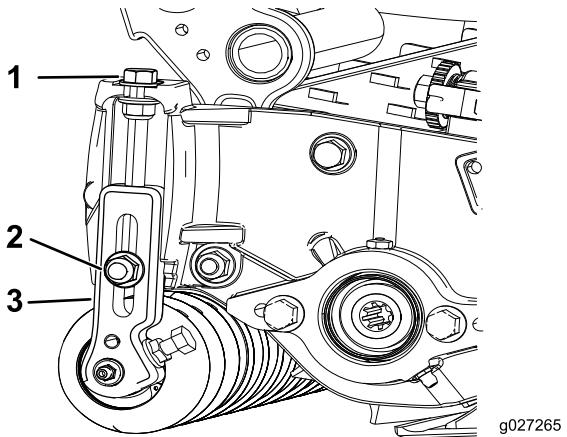

Figura 15
- Afloje las contratuercas que sujetan los soportes de ajuste de la altura de corte a las chapas laterales de la unidad de corte (**Figura 15**).